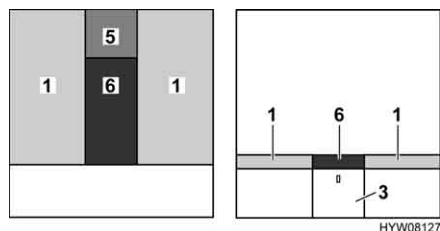

Fig. 89 Après la transformation
- Placer le coussin supplémentaire (Fig. 89,5) sur le petit meuble de nuit.
- Placer le coussin supplémentaire (Fig. 89,6) entre les matelas (Fig. 89,1).